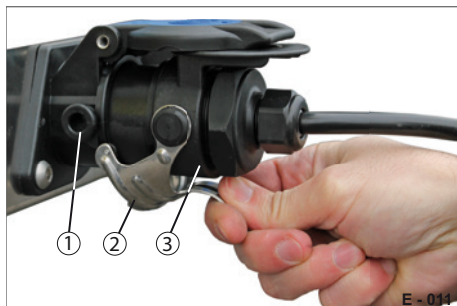
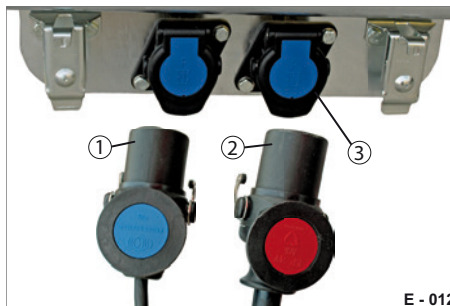

Abb. 9 Stecker entsichern
Abb. 10 Parkposition an Rohrzugdeichsel
- ▶ Ziehen Sie am Bügelverschluss (Abb. 9/2).
- ▶ Ziehen Sie den Stecker (Abb. 9/3) aus der Parkdose (Abb. 10/3) heraus - nicht am Kabel ziehen.
- ▶ Verbinden Sie den Elektrik-Stecker (Abb. 10/2) mit der Zugmaschine.